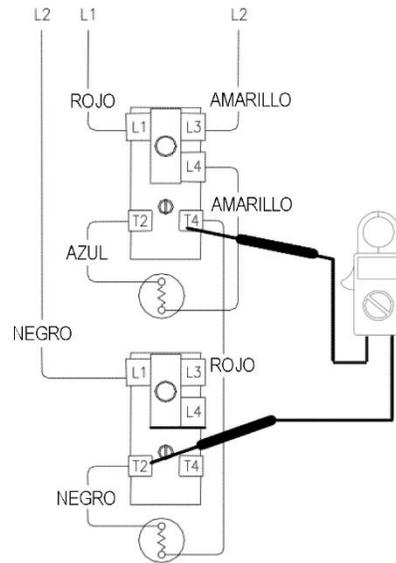

Figura 27
4. Compruebe el voltaje en el terminal T4 del termostato superior y el terminal T2 del termostato inferior (consulte la figura 27).
5. Compruebe el terminal T4 del termostato superior y el terminal T2 del termostato inferior (consulte la figura 27).